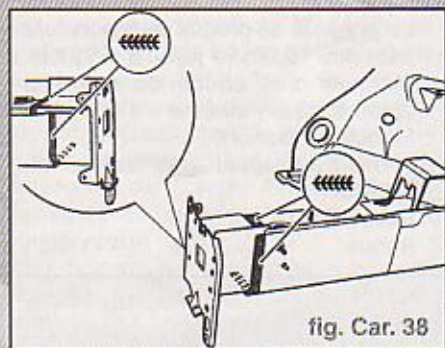

fig. Car. 38
- Souder le logement d'amortisseur de choc en cordon continu sous gaz de protection (fig. Car. 38)